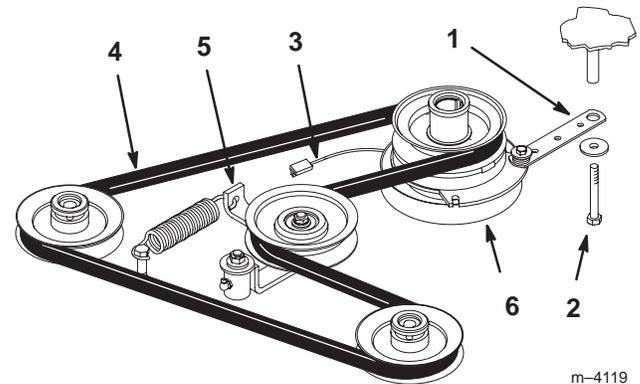

Bild 68
2. Entfernen Sie die Schraube von der Kupplungsbefestigung und ziehen Sie das Elektrokabel der Kupplung ab (Bild 68).
3. Ziehen Sie den federgespannten Spannarm zur Seite. Entfernen Sie den Fahrtriebsriemen von den Motor- und Hydraulikpumpenscheiben (Bild 68).
4. Legen Sie einen neuen Riemen um die Motor- und Hydraulikpumpenscheiben (Bild 68).
5. Ziehen Sie den federgespannten Spannarm zur Seite und richten Sie den Riemen korrekt aus. Geben Sie den Druck auf den federgespannten Spannarm nach (Bild 68).